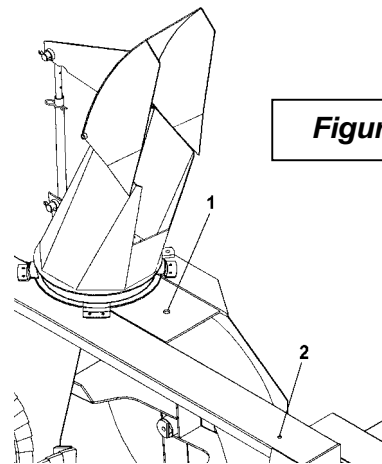

Figure 2
1. Graisser la base de la chute et installer la chute sur la base de la souffleuse. Installer les trois plaques de retenue avec six boulons 1/2" x 1 1/4" (item 14), des rondelles de blocage et des écrous (items 7-8).
2. Aligner le fer plat de fixation avec les deux trous supérieurs du bâti (fig. 2, item 1-2) en s'assurant que la plaque d'attache (item 1A) fait face à l'attache 3 points. Fixer avec un boulon 3/4"NC x 2 1/2", une rondelle de blocage et un écrou (items 9-8-7) dans le trou près de la chute (fig. 2, item 1), et un boulon 1/2"NC x 1 1/2", une rondelle de blocage et un écrou hex. 1/2"NC (items 2-8-7) dans l'autre trou (fig. 2, item 2).
3. Installer le support de la rotation manuelle (item 10) sur la plaque d'attache (item 1A). Fixer sur le côté gauche avec un boulon 5/8" x 2 1/2", deux rondelles plates 11/16" et un écrou de nylon (items 17-5-6), et sur le côté droit avec un boulon 1/2" x 1 3/4", une rondelle de blocage et un écrou (items 11-8-7).